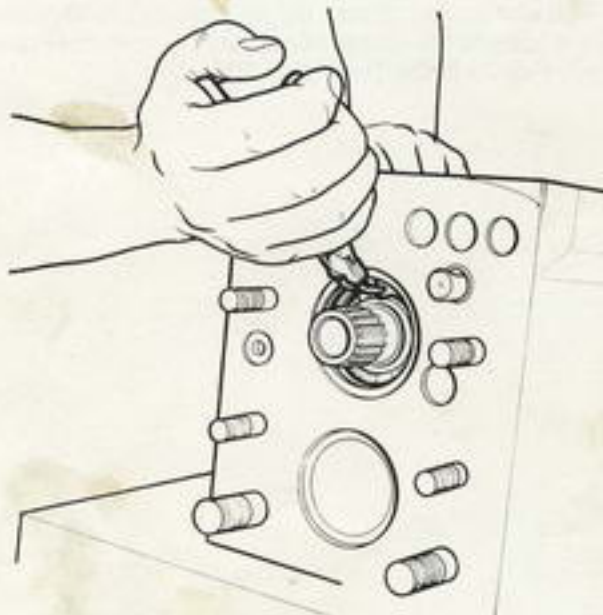

Fig. 12
- Dégager ce circlips (fig. 12).